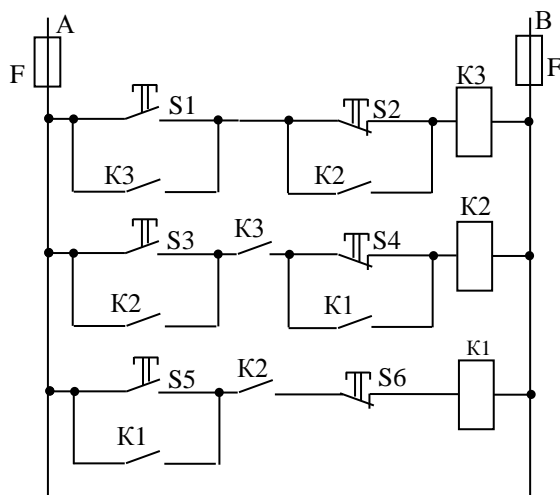

Рисунок 3.15
1). Логика включения двигателей. Первым можно включить только двигатель М3. Никаких ограничений на его включение нет. Поэтому схема его включения – стандартная (рисунок 3.15). Двигатель М2 должен включаться только после М3. Для этого в цепь катушки К2 последовательно введем вспомогательный замыкающий контакт К3. Двигатель М1 включается только после М2. Для этого в цепь катушки К1 введем контакт К2.